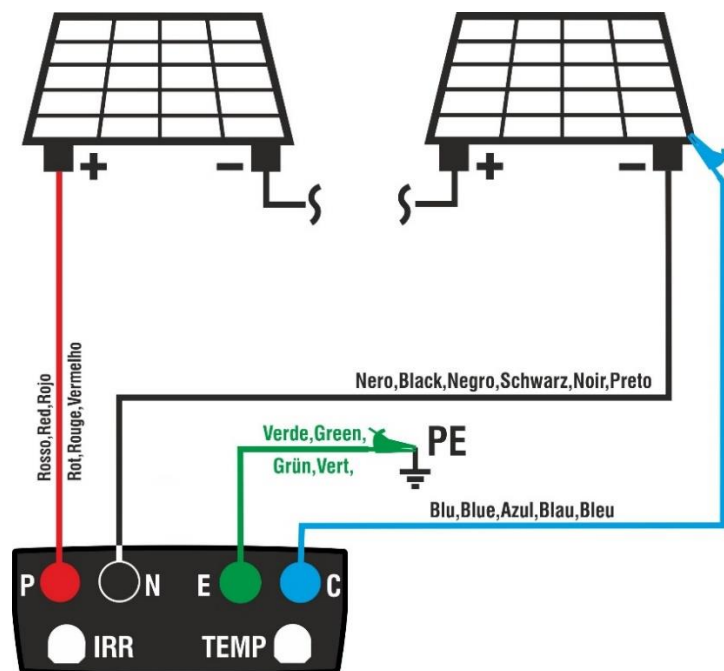

Fig. 11: Collegamento per test IVCK senza unità remota e senza misura irraggiamento
6. Collegare lo strumento al modulo/stringa in prova ed eventualmente al nodo principale di terra dell'impianto e alle masse metalliche messe a terra come mostrato in Fig. 11. In particolare, collegare il polo Negativo in uscita dal modulo/stringa al terminale N e il polo Positivo in uscita dal modulo/stringa al terminale P